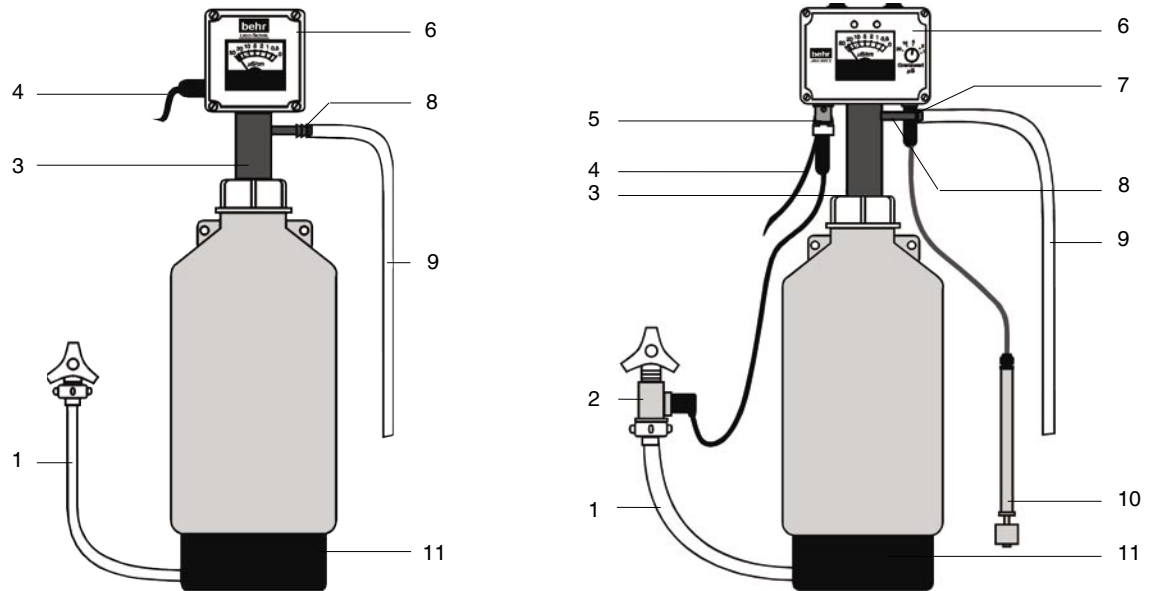

Bild 1: Aufbau einer kompletten Anlage: links - ohne Grenzwertabschaltung , rechts - mit Grenzwertabschaltung
2. Verschlusskappen abschrauben und Zulaufschlauch (1, Bild 1) mit dem abgewinkelten Anschlußstutzen an der Unterseite der Patrone anschließen.
Bei Anlagen mit Grenzwertabschaltung: Magnetventil (2, Bild 1) am Wasserhahn mit 3/4 Zoll Anschlußgewinde und Zulaufschlauch am Magnetventil anschließen.
2. Ablaufschlauch für vollentsalztes Wasser (9, Bild 1) auf Anschlußtülle (8, Bild 1) schieben und zum Vorratsbehälter leiten.
3. Kabel vom Magnetventil (2, Bild 1) an Anschlußbuchse Abschaltautomatik-Grenzwert (5, Bild 1) anschließen.
- Kabel vom Schwimmerschalter (10, Bild 1) an Anschlußbuchse Abschaltautomatik-Niveau (7, Bild 1) anschließen.
6. Ablaufschlauch für vollentsalztes Wasser (9, Bild 1) auf Anschlußtülle (8, Bild 1) schieben und zum Vorratsbehälter leiten.
8. Kabel vom Magnetventil (2, Bild 1) an Anschlußbuchse Abschaltautomatik-Grenzwert (5, Bild 1) anschließen
Kabel vom Schwimmerschalter (10, Bild 1) an Anschlußbuchse Abschaltautomatik-Niveau (7, Bild 1) anschließen.
2. Ablaufschlauch (9, Bild 1) für vollentsalztes Wasser auf Anschlußtülle (8, Bild 1) auf-schieben und zum Vorratsbehälter leiten.